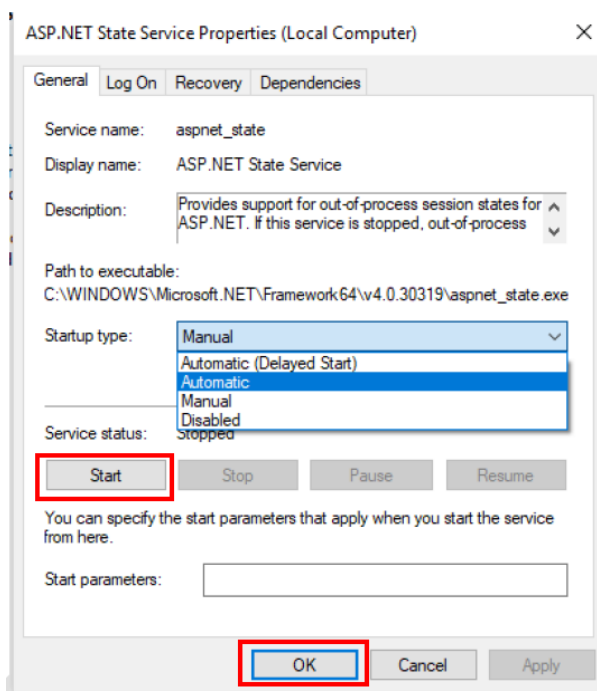

Рисунок 29. Настройка ASP.NET
- a) Щелкните правой кнопкой мыши по значку «Computer» (Мой компьютер), выберите пункт «Manage» (Управление), перейдите в окно «Computer Management» (Управление компьютером), как показано на рис. 29, а затем выберите пункты «Services and Applications > Internet Information Services (IIS)» (Службы и приложения > Диспетчер служб IIS), как показана на рис. 31;